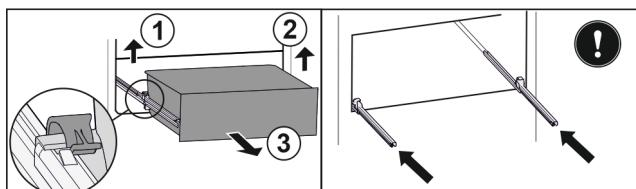

Fig. 30
- Приподнимите левый зажим и одновременно вытяните движением вперед выдвижной ящик слева. Fig. 30 (1)
- Приподнимите правый зажим и одновременно вытяните движением вперед выдвижной ящик справа. Fig. 30 (2)
- Извлеките выдвижной ящик движением вперед. Fig. 30 (3)